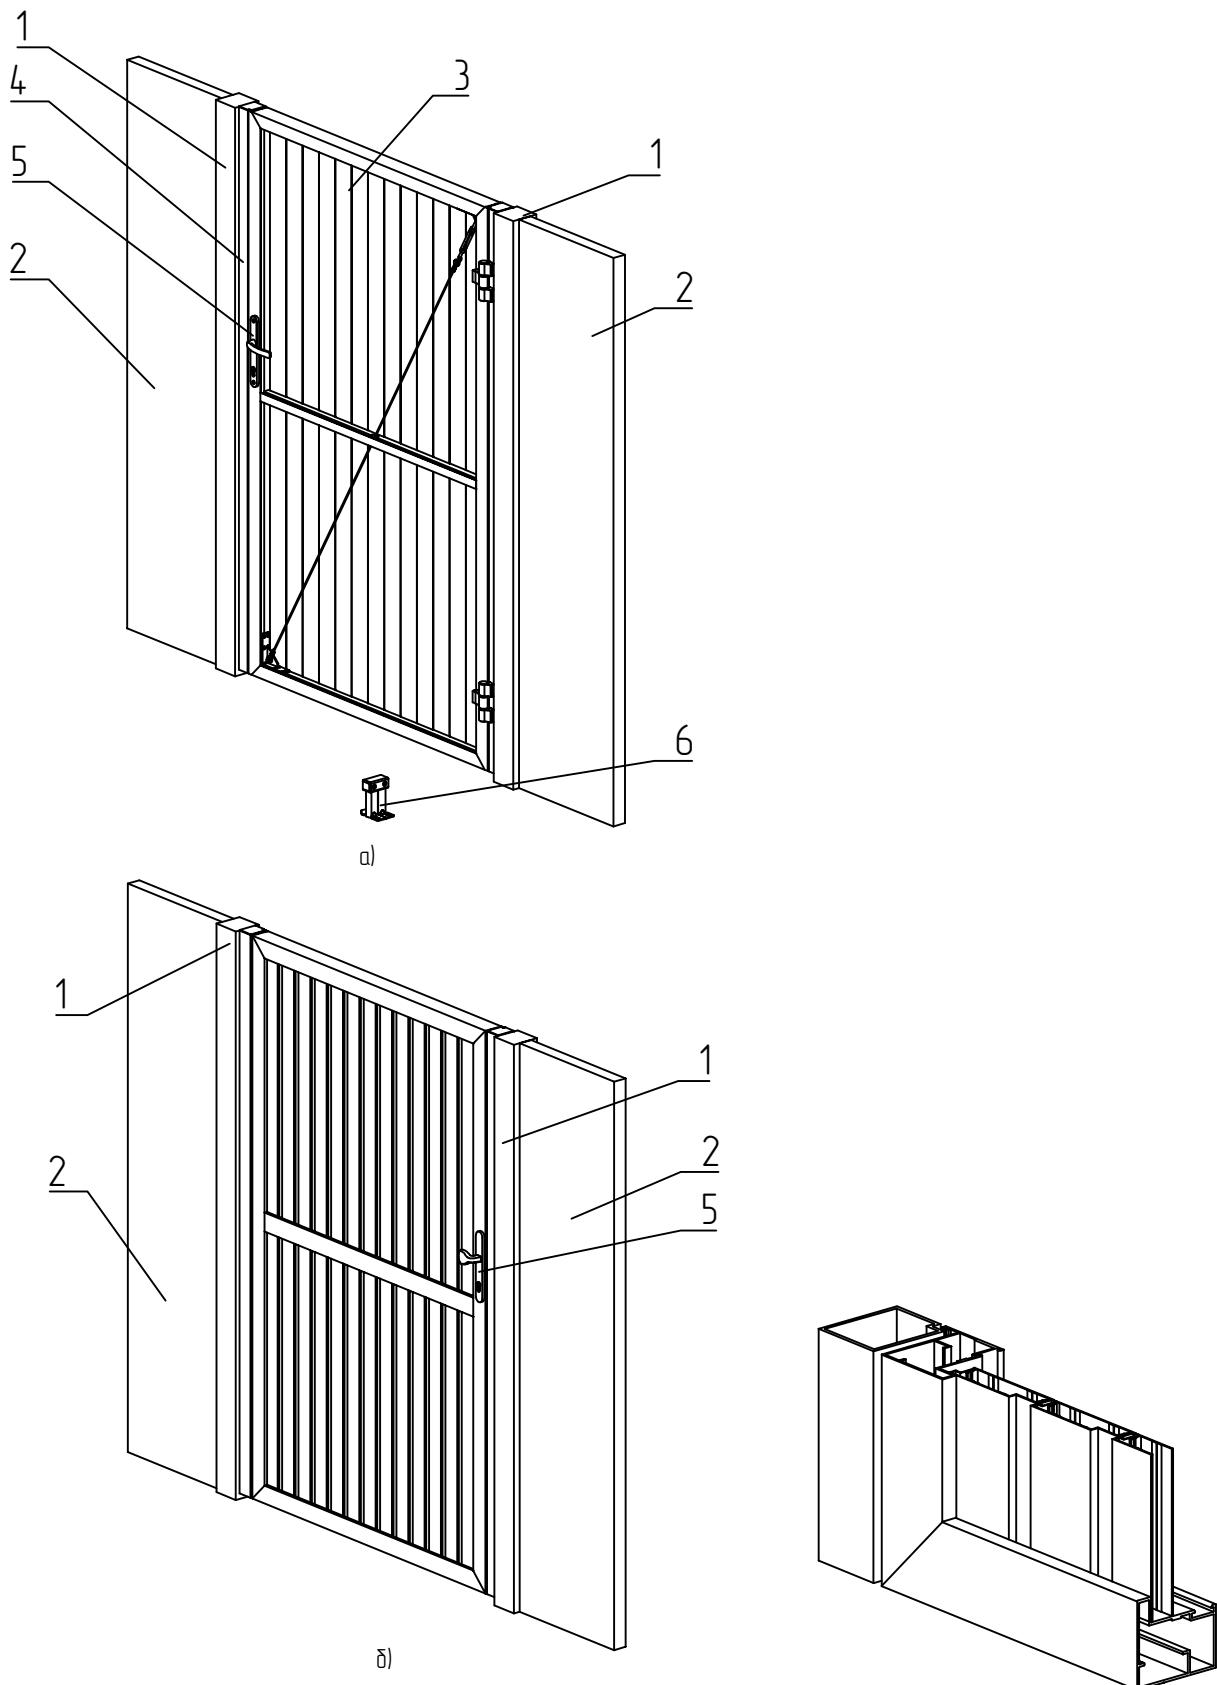

Рис. 7.6.2 – Калитка со встроенным монтажем, направлением открытия вправо, внутрь с вертикальным встроенным сплошным заполнением алюминиевыми профилями:
- калитки с открыванием вправо (рис. 7.6.2, 7.6.4, 7.6.6, 7.6.7).